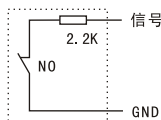
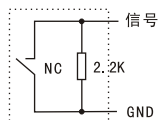
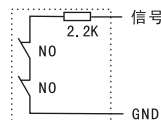
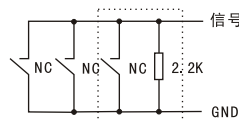

图 1
图 2
图 3
图 4
1. 分机报警探头连接：在报警探头中有些是开路报警NO式（无报警时控制触点常闭，报警时控制触点断开），有些是短路报警NC式（无报警时控制触点常开，报警时控制触点接通），当探头报警方式为NO式时，应在探头触点间串联一2.2K电阻(如图1)；当探头报警方式为NC时，应在探头触点间并联一2.2K电阻（如图2）。连接电阻时应将电阻连在靠近探头触点端，这样可使分机探头在遭到强行拆卸时能正常发出警报声。每组探头端口可接多个相同的探头监测多个地点，方法是：NO式探头报警触点串联连接（如图3）；NC式探头报警触点并联连接（如图4）。在连接中相同的一组探头无论连接多少，只需其中一个增加有电阻即可。